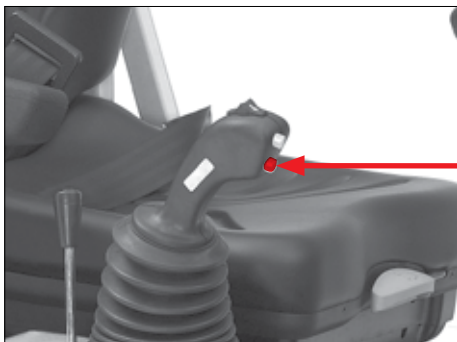

Fig. 69
Tænd for el-stikkontakten på løftestellet (Fig. 68) med kontakten pos. 1 (Fig. 69) på styrearmen.